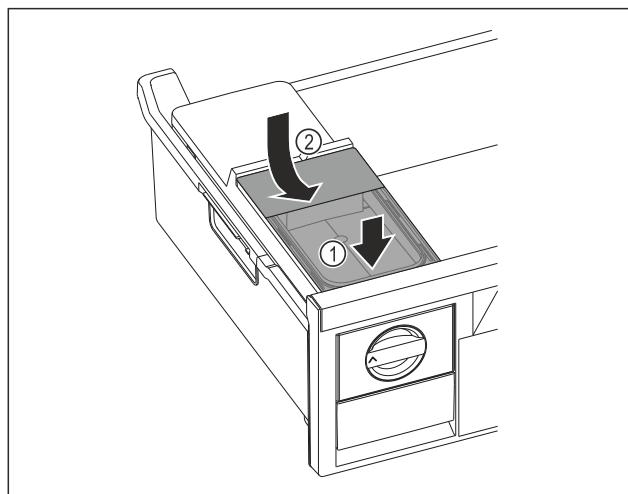

Fig. 81
- Поставете резервоара за вода отпред. Fig. 81 (1)
- Спуснете резервоара за вода отзад. Fig. 81 (2)